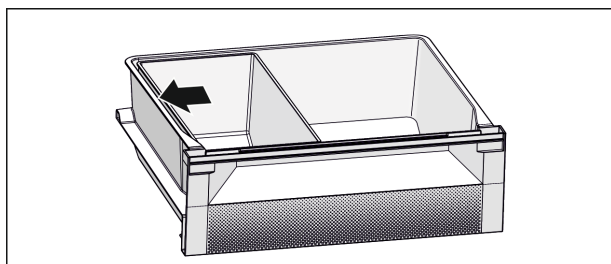

Fig. 7
- Voor een optimale koelfunctie: Fish & Seafood-schaal volgens de afbeelding (zie Fig. 7) plaatsen.